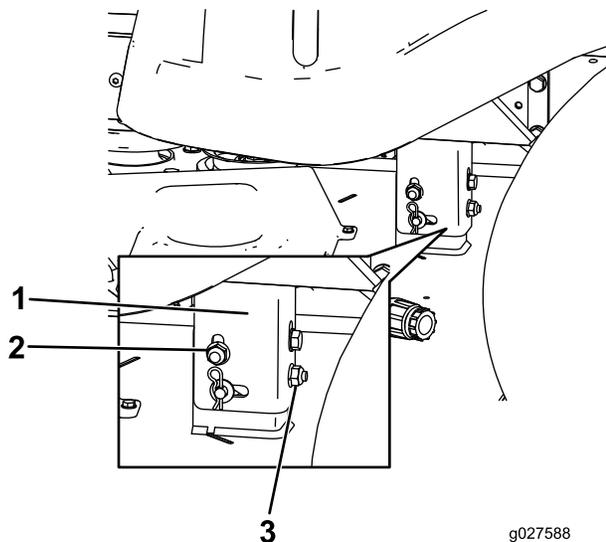

Figure 56
8. Élevez ou abaissez le côté gauche du tablier de coupe en tournant l'écrou arrière (Figure 56).
Remarque: Tournez l'écrou arrière dans le sens horaire pour élever le tablier de coupe ou dans le sens antihoraire pour abaisser le tablier (Figure 56).